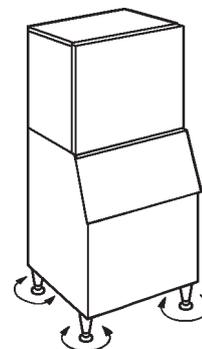

Fig. 5
- 6) Ajuste las cuatro patas de la parte inferior (regulables entre 0 y 25,4 mm) para que la máquina de hielo quede perfectamente horizontal. Use el nivel de burbuja. Véase la Fig. 5.